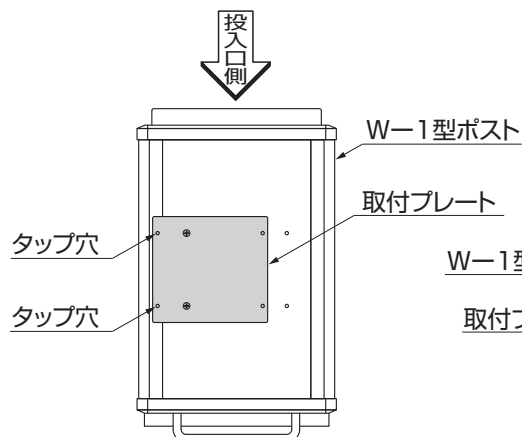

図3-7 外観右側に横付けする場合
①図3-7、3-8を参照して取付プレートをポスト本体に取付けてください。